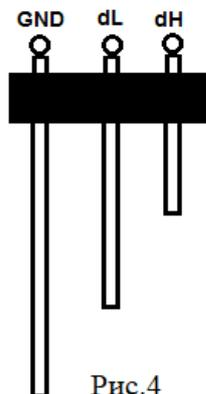

Рис.4
5.6 Если электродные датчики используются в неметаллических и прочих незаземленных емкостях, то общий провод датчиков (на схемах – контакт GND) должен быть подключен к дополнительному электроду, имеющему достаточную длину и глубину погружения, чтобы иметь постоянный контакт с водой (рис.4).